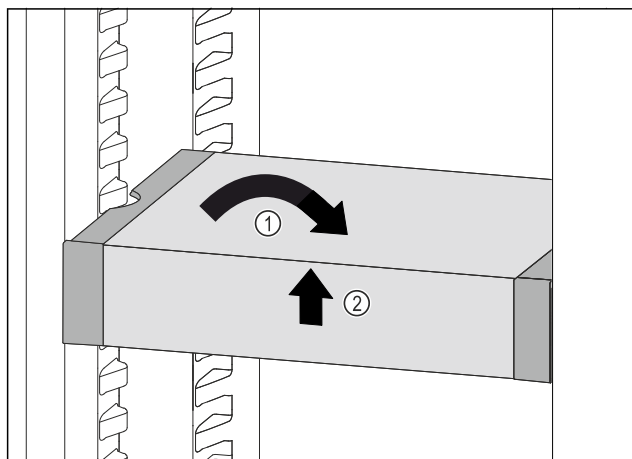

Fig. 121
- VarioSafe gerade stellen. Fig. 121 (1)
- VarioSafe vorne anheben. Fig. 121 (2)